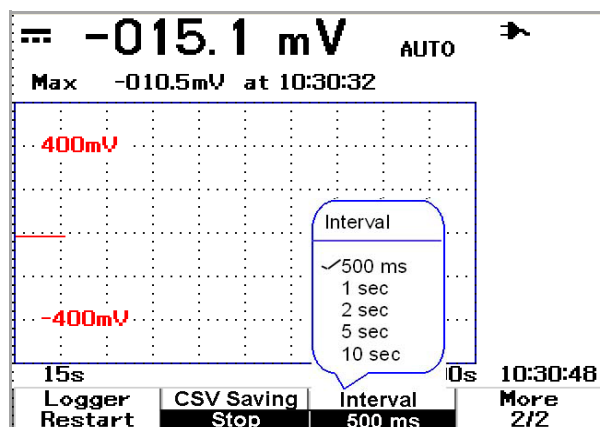

図 5-4 間隔の設定
- 4 間隔設定を変更するには、F3 を繰り返し押し続けてリストを下にスクロールし、値を選択します（以下の図 5-4 を参照）。